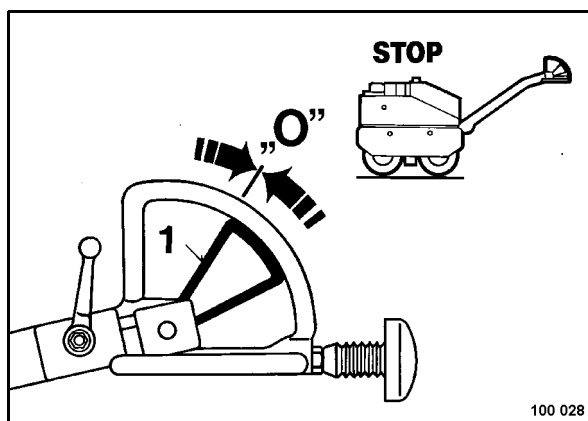

Рис. 46
- Медленно отпустить рычаг движения (1) (Рис. 46).